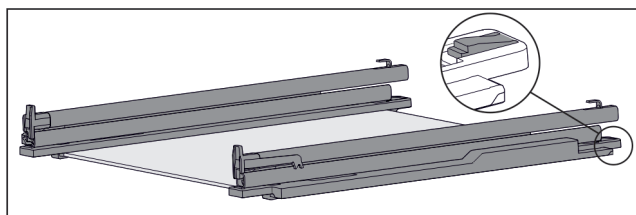

Fig. 110 Sklenená doska s koľajničkami a prídržnými dielmi
- ▶ Potlačte prídržný diel vzadu nadol (pozri Fig. 110) a súčasne posuňte koľajničku dozadu.